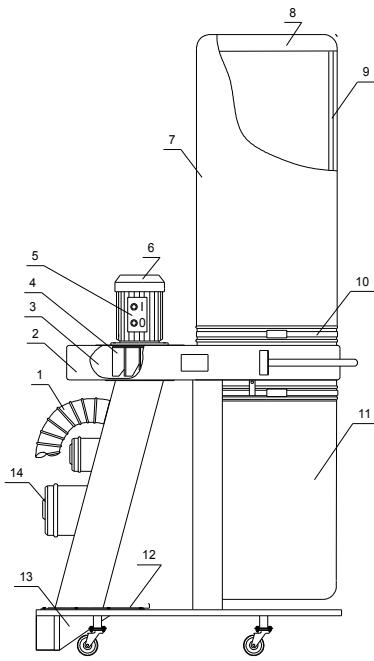

Рис. 2 Установка на опоре 8, которая закреплена в опорах 9.
5.2 Воздушный поток (см. рис.2) по воздуховоду 1 поступает в центральную часть улитки 3, где вращающееся рабочее колесо 4 приводимое в действие электродвигателем 6, ускоряет поток и вводит его в корпус 2.
6.2.3 Собрать установку (рис.2).